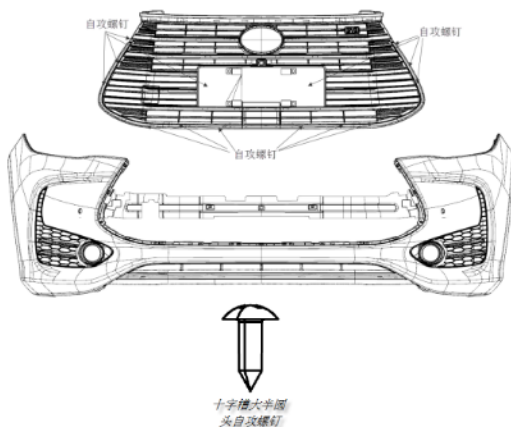

图 2-5 前格栅的拆卸
- (6) 拆下安装在前保险杠本体和前格栅上的 14 个自攻螺钉，并将前格栅两端与保险杠连接的卡脚拉出，即可拆除前格栅，如图 2-5 所示：